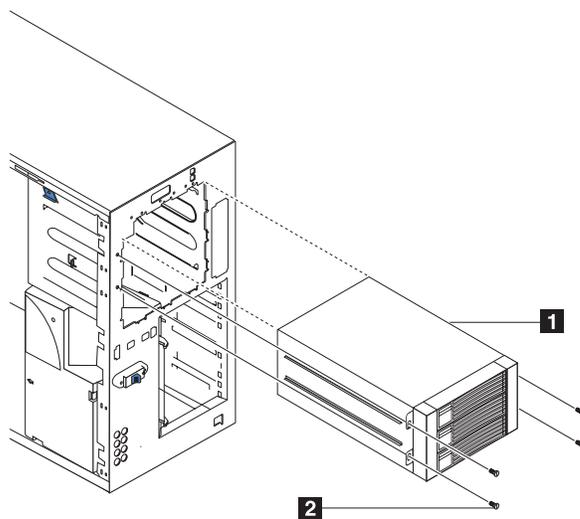
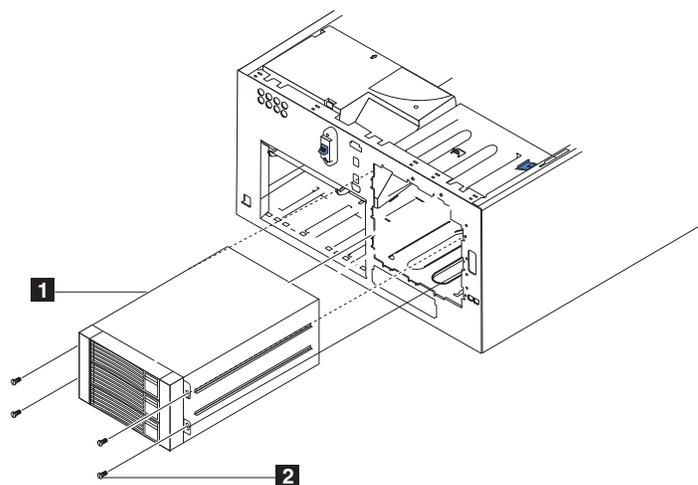

Figure 63. Fixation de l'extension 3-Pack (Modèle 25T)
Figure 64. Fixation de l'extension 3-Pack (Modèle 25T avec l'option de conversion pour montage en rack)
11. Faites glisser l'extension 3-Pack dans le moteur jusqu'aux butées, et fixez-la au moteur à l'aide des quatre vis fournies (voir la figure 63 ou la figure 64).
5. Retirez les quatre vis qui fixent l'extension 3-Pack au châssis (voir la figure 63 à la page 83 pour l'emplacement des vis).